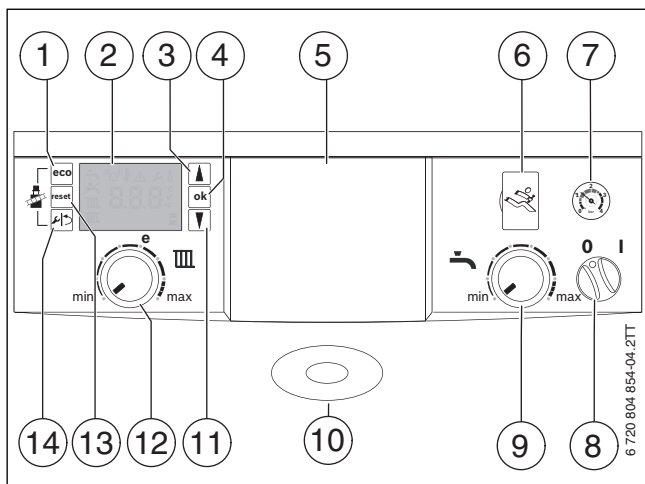

Bild 6 Bedienfeld bei geöffneter Bedienfeldblende
- Außentemperaturgeführter Regler, im Gerät eingebaut (→ Bild 6, [5]).